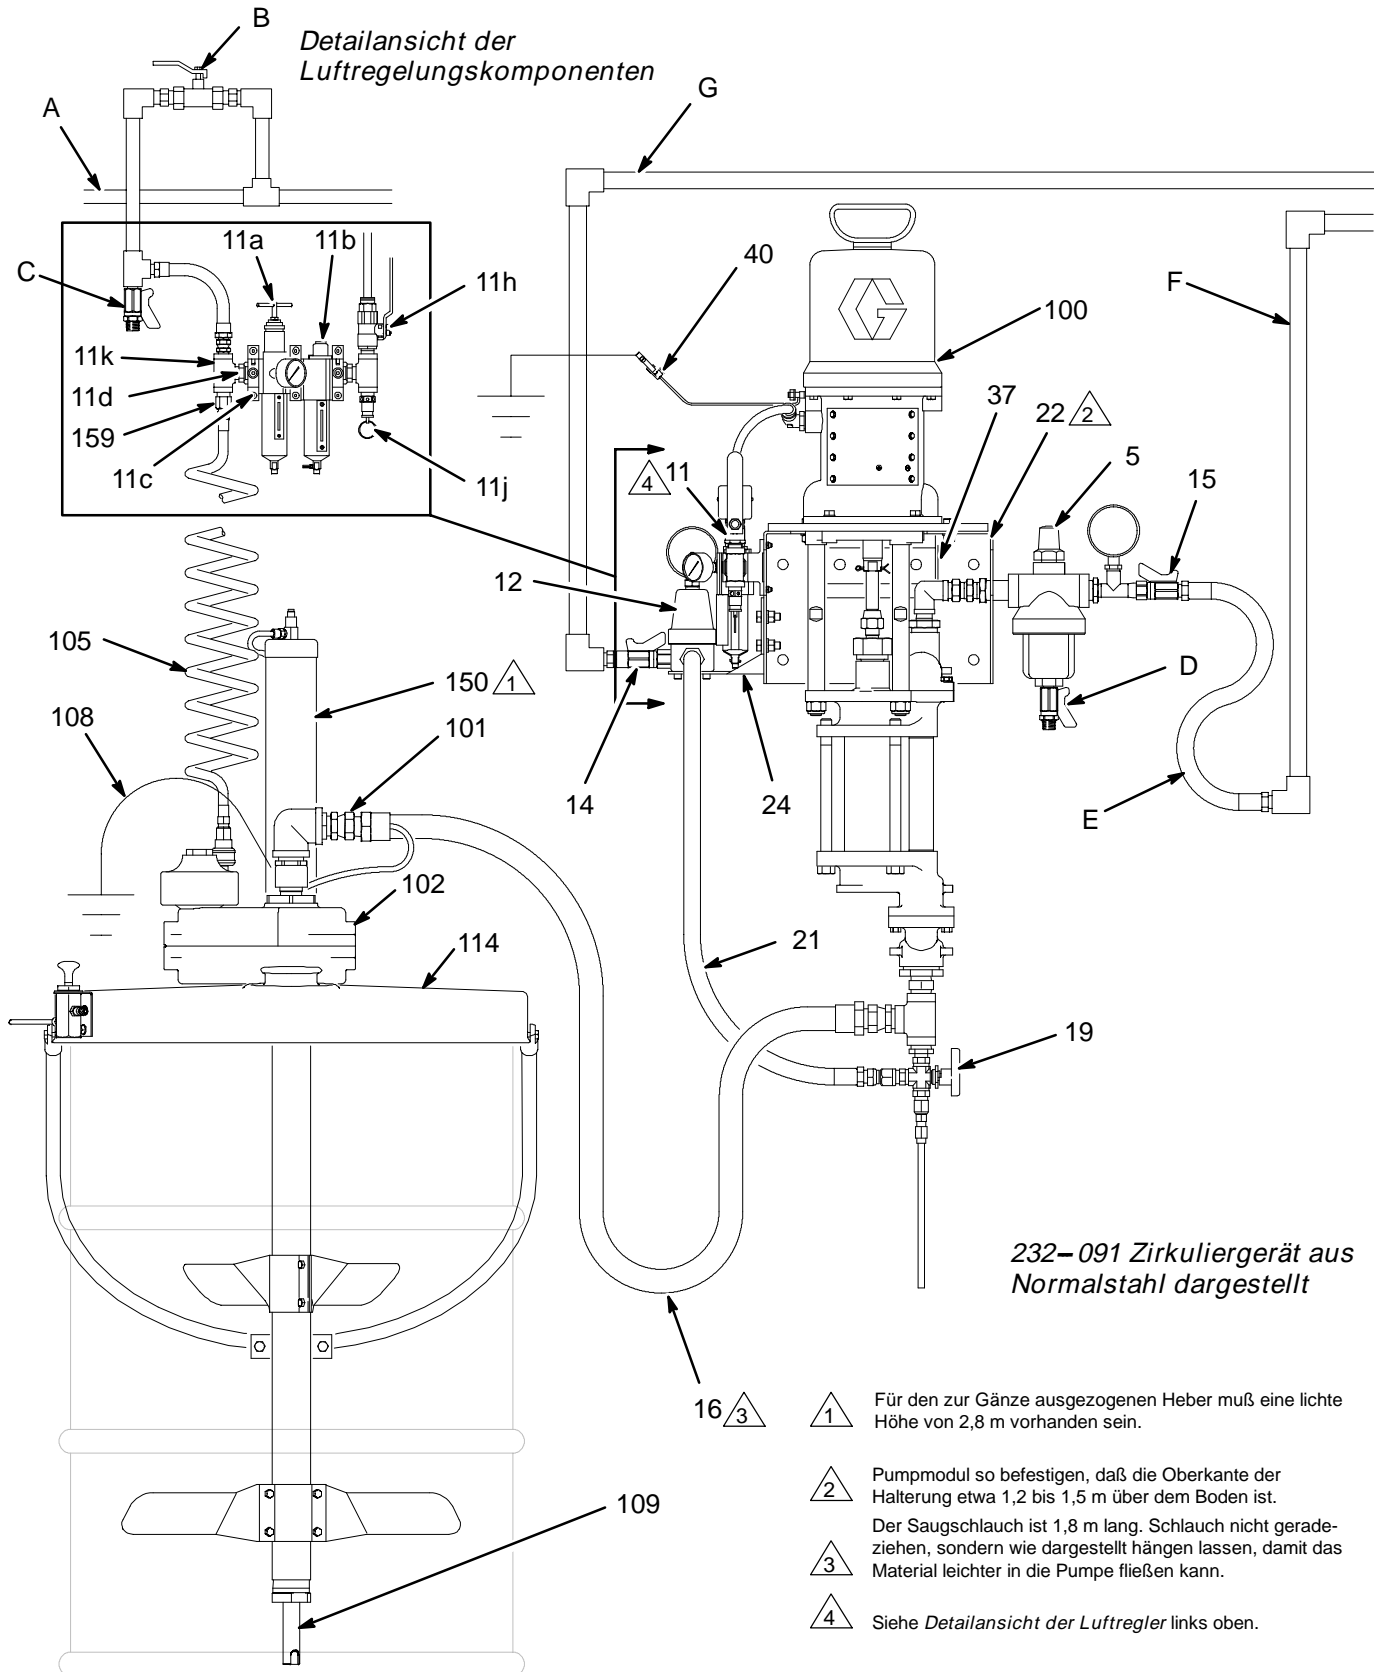

Abb. 1
Siehe Abb. 1 auf Seite 9. Druckluftzufuhrleitung (A) vom Kompressor zur Pumpe verlegen. Sicherstellen, daß alle Luftschläuche den Anforderungen des Systems in bezug auf Größe und zulässigen Betriebsüberdruck entsprechen. Nur elektrisch leitfähige Schläuche verwenden. Der Luftschlauch sollte ein 3/8" NPT(A)-Gewinde haben.
Siehe Abb. 1 auf Seite 9.
- Das Material wird durch den **Saugschlauch (16) und das Rohr (50 oder 109) zur Pumpe zugeführt**. *Bei den Zirkuliergeräten 232-089 und 232-091 ist das Saugrohr (109) in der Welle des Rührwerks (102) eingebaut. Siehe Abb. 1.*
HINWEIS: Siehe Abb. 1 auf Seite 9 und die maßstäbliche Zeichnung auf Seite 24 sowie die Montagebohrungen auf Seite 25.
2. Vor dem Umbau eines Pumpmoduls in ein Zirkuliergerät den Druck entlasten. Saugrohr (50) vom Pumpmodul abnehmen. Siehe Teilezeichnung auf Seite 20. Dieses Rohr wird bei einem Zirkuliergerät nicht benötigt.
3. Den Heber (150) so positionieren, daß der Saugschlauch (16) des Pumpmoduls das Drehgelenk (101) am oberen Ende des Rührwerks (102) erreicht. Der Saugschlauch ist 1,8 m lang. Schlauch nicht geradeziehen, sondern wie in Abb. 1 dargestellt hängen lassen, damit das Material leichter in die Pumpe fließen kann.
5. Den Saugschlauch (16) am Drehgelenkauslaß (101) des Rührwerks (102) anschließen. Den Erdungsdraht des Saugschlauchs wie auf Seite 11 gezeigt an der Erdungsöse des Rührwerks anschließen.
6. Die Schraube lösen und die Schnellkupplung (11c) am Luftfilter/-regler/-öler-Satz (11) öffnen. Siehe Abschnitt **Verwendung der Schnellkupplungen**, rechts.
8. Den gewendelten Schlauch (105) durch das große Loch an der Rückseite der Halterung (24) des Gegendruckreglers führen.
9. Den Adapter (159) am Ende des gewendelten Schlauches (105) in das T-Stück (11k) schrauben.
1. Alle Material-Startventile (14, 15) öffnen. Siehe Abb. 1 auf Seite 9 und Abb. 5.
2. Den Gegendruckregler (12) öffnen. Das 3-Weg-Umlaufventil (19) in die Zirkulierposition stellen.
6. Den Materialdruck auf den niedrigsten Wert einstellen, der zur Erzielung der gewünschten Ergebnisse benötigt wird. Höhere Drücke führen nicht unbedingt zu einer Verbesserung des Spritzbildes, verursachen aber einen vorzeitigen Verschleiß der Komponenten. Mit dem Pumpenluftregler (11a) und dem Gegendruckregler (12) die Pumpengeschwindigkeit und den Materialdruck einstellen, bis der Sprühstrahl vollständig zerstäubt wird. In der mitgelieferten Betriebsanleitung für das Gegendruckventil wird das Einstellverfahren beschrieben.
8. Nachdem das gewünschte Spritzbild eingestellt ist, den Pistolenabzug loslassen. Die Pumpe zirkuliert, solange Luft zugeführt wird und der Gegendruckregler (12) geöffnet ist.